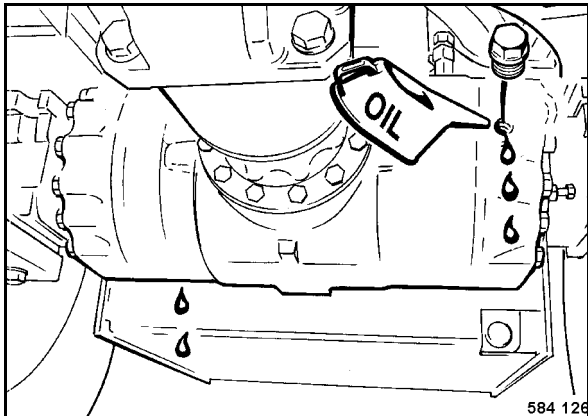

Fig. 168
- Cargar aceite por los taladros de control del nivel de aceite (Fig. 168) hasta el aceite se encuentra en la arista inferior del agujero.